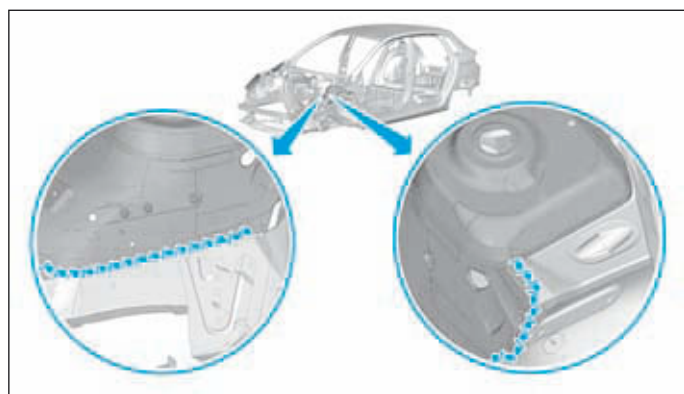

FIG.60
- Appliquer (Fig.60) et (Fig.61) :